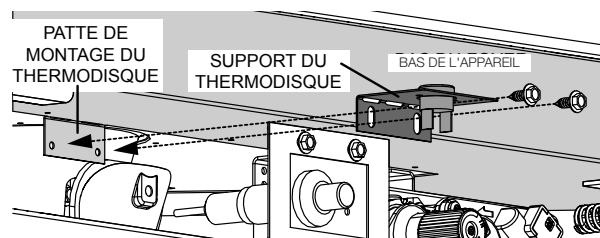

Fig. 4
11. Pour l'installation du support du thermodisque premièrement, pliez la patte de montage sur le bas de l'appareil à 90 degrés. Ce sera la patte de montage du thermodisque (**Fig. 4**).
12. Pliez le support du thermodisque à 90 degrés puis fixez-le au patte de montage utilisant les deux vis fourni (**Fig. 4**). Assurez-vous que le thermodisque touche le bas de l'appareil et que le harnais de fils est correctement fixé.